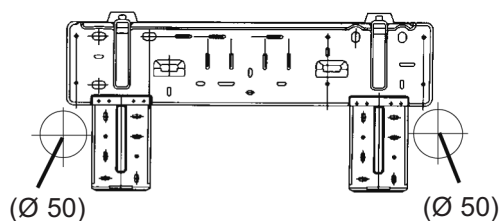

Fig.1
1. Realizzare il foro destinato al tubo (Ø 50) all'interno della parete in posizione leggermente inclinata rispetto all'unità esterna. (Mostrato in Fig. 1)